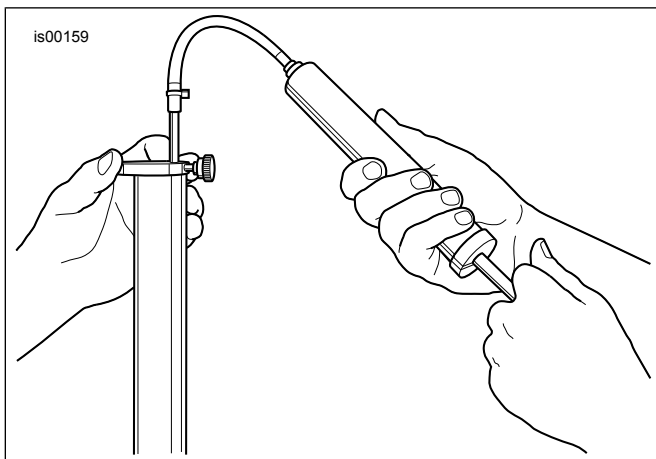

Figura 5. Quite el exceso de aceite de la horquilla (HD-59000B)
- a. Ver Figura 5 . Obtenga el indicador de nivel de aceite de la horquilla delantera (HD-59000B).